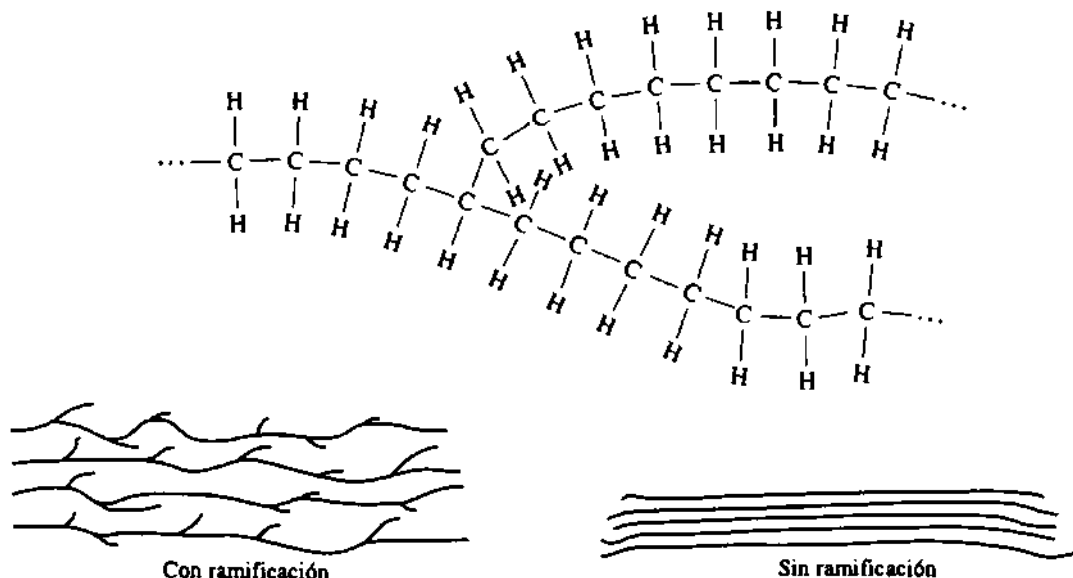

FIGURA 15-27 La ramificación puede ocurrir en los polímeros lineales y hace más difícil la cristalización.
Ramificación La **ramificación** ocurre cuando un átomo unido a la cadena lineal principal es eliminado y remplazado por otra cadena lineal (figura 15-27). Esto puede ocurrir varias veces cada 100 átomos de carbono en la cadena principal del polímero. La ramificación reduce la tendencia a la cristalización y a la compactación de las cadenas, reduciendo, por lo tanto, su densidad, su rigidez y la resistencia del polímero. El polietileno de baja densidad (LD), que tiene muchas ramificaciones, es más débil que el polietileno de alta densidad (HD), que prácticamente no tiene ramificaciones (tabla 15-6).